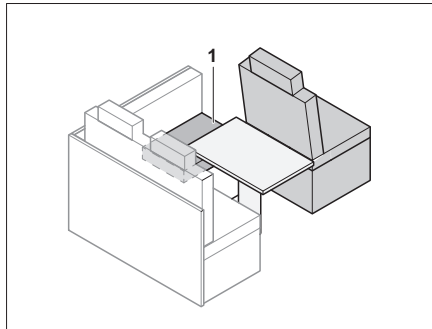

Fig. 140 Avant la transformation
- Mettre le coussin d'assise (Fig. 140,1) sur le côté.